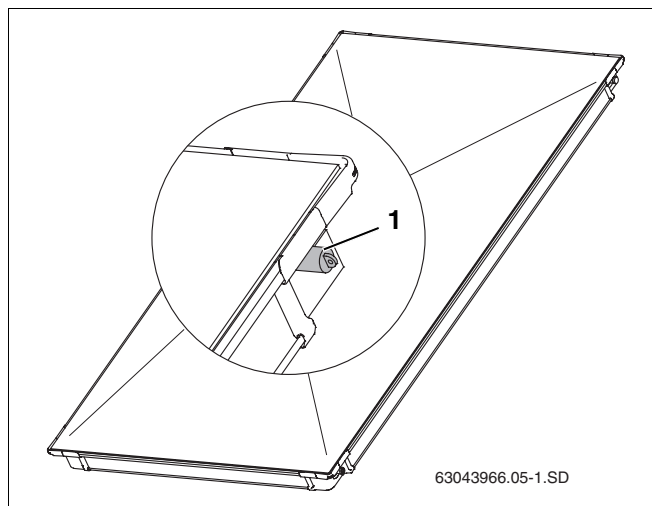

Fig. 5 Capuchons en plastique sur les raccordements de capteurs
- Retirez les capuchons en caoutchouc (fig. 5, pos. 1) juste avant le montage.